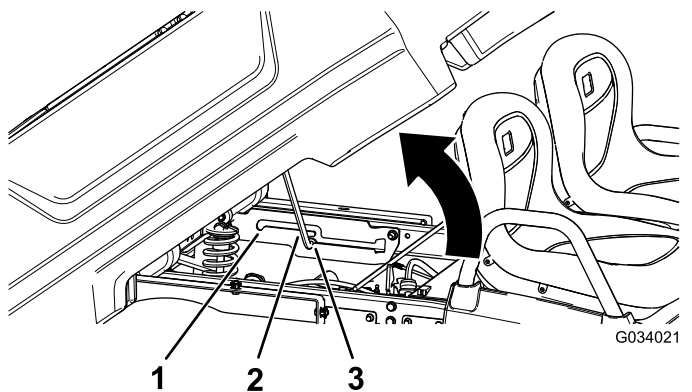

Figura 14
2. Tirate l'asta di supporto nella fessura di arresto della posizione di scarico per ancorare il cassone per lo scarico (Figura 14).
2. Tirate l'asta di supporto nella fessura di arresto della posizione di assistenza per ancorare il cassone per la manutenzione (Figura 14).
2. Estraete l'asta di supporto dalla fessura dell'arresto (Figura 14).